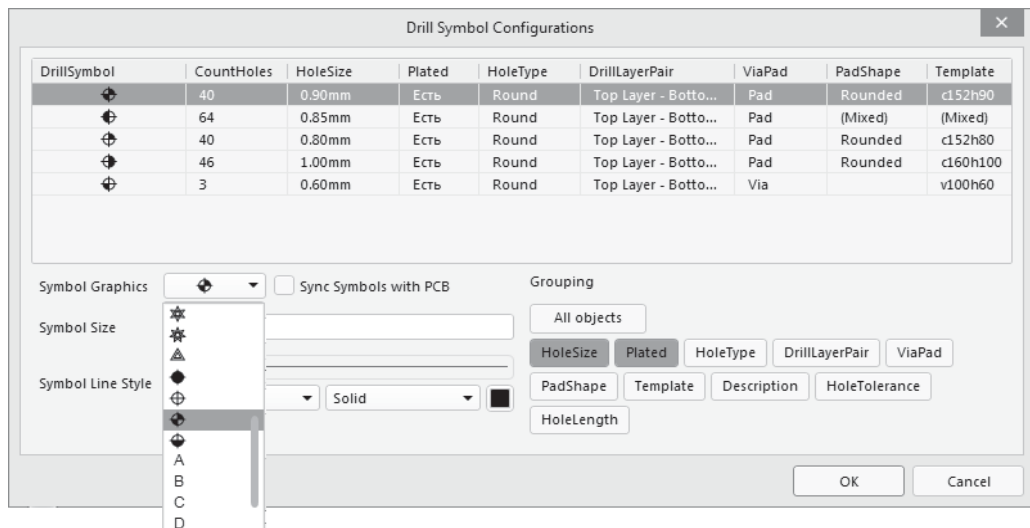

Рис. 12.26. Настройка графики отверстий по ЕСКД
1. Щелчком левой кнопкой мыши на изображении контура платы активизируйте панель **Properties** и щелчком на кнопке **Drill Symbols** откройте диалоговое окно **Drill Symbol Configuration** (рис. 12.26).